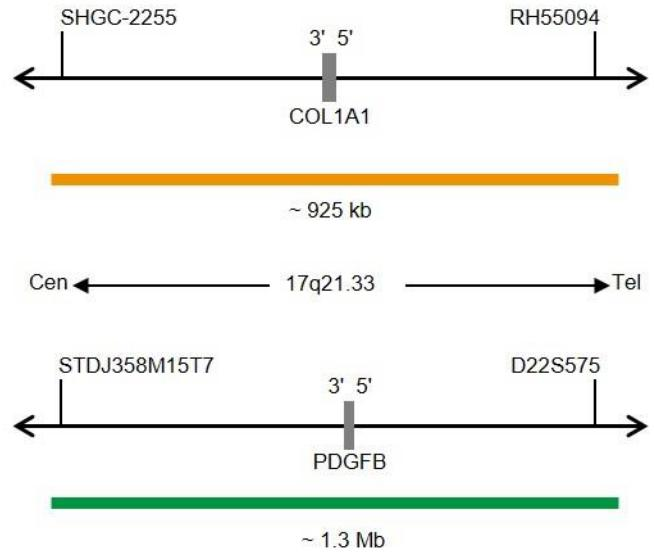

Fig. 1: Cima: SPEC COL1A1 Mapa da sonda; Baixo: PDGFB Mapa da sonda (sem escala)
- Polinucleótidos (~6 ng/µl) com marcação ZyOrange (excitação 547 nm/emissão 572 nm), dirigidos ao mapeamento de sequências alvo em 17q21.33\* (chr17:47,820,343-48,744,021) contendo o gene COL1A1 (ver Fig. 1).
- Polinucleótidos (~12 ng/µl) com marcação ZyGreen (excitação 503 nm/emissão 528 nm), dirigidos ao mapeamento de sequências alvo em 22q13.1\* (chr22:38,928,973-40,267,687) contendo o gene PDGFB (ver Fig. 1).